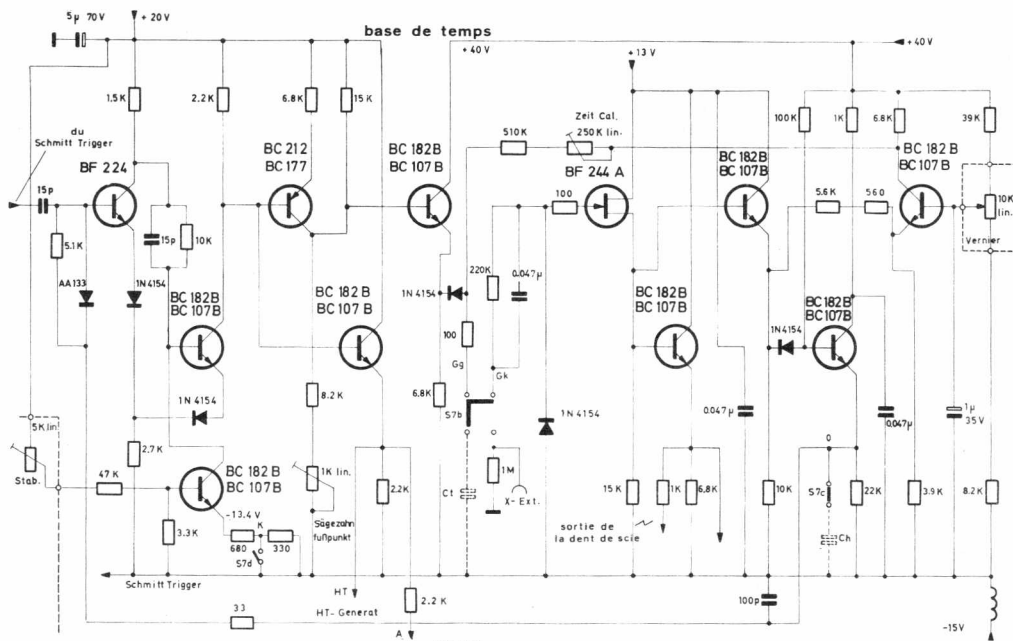

Fig. 7
g) La base de temps (fig. 7) :